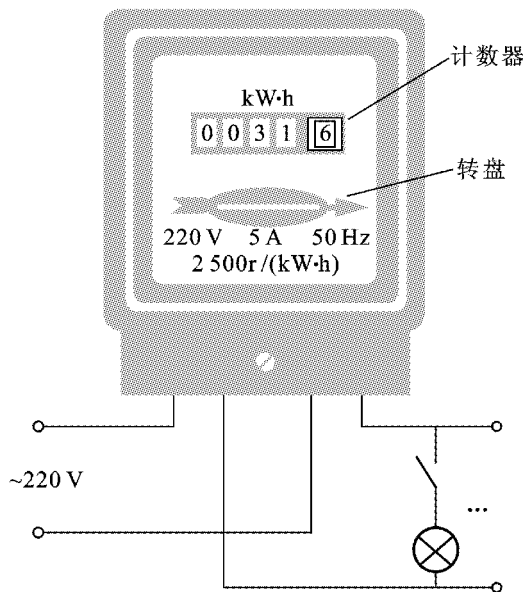

图 1-7 电度表及接线
3. 电能的测量是利用电能表(俗称电度表),如图 1-7 所示。